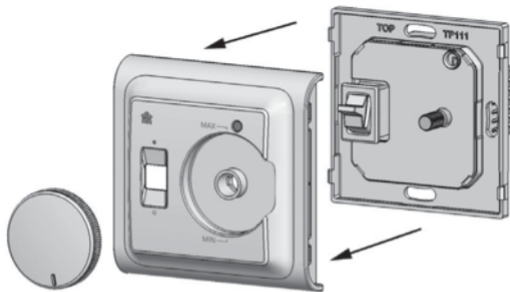

Рис. 4
6) Небольшой плоской отверткой аккуратно нажать на защелки, расположенные слева и справа от лицевой детали прибора, и снять деталь (см. рис. 4).
9) При установке диска необходимо аккуратно повернуть шток против часовой стрелки до упора, а диск установить на шток так, чтобы положение риски было внизу (указывало на «min») (см. рис. 4).